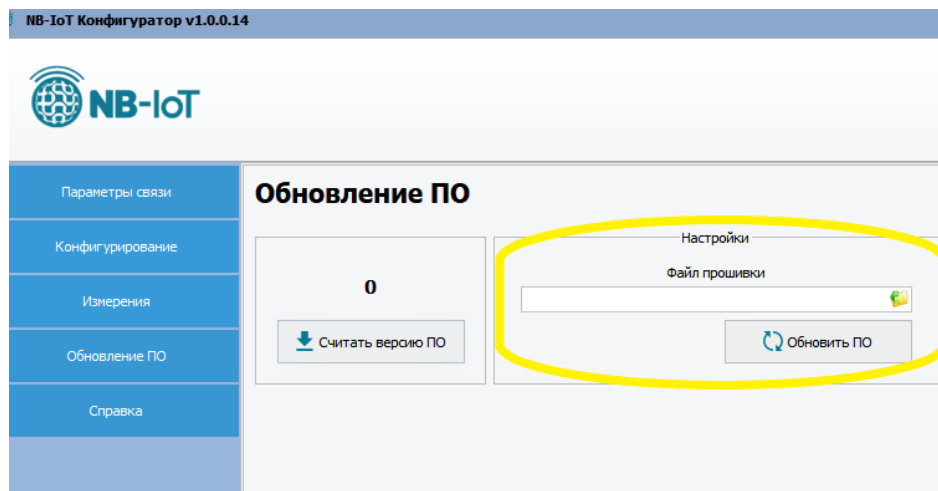
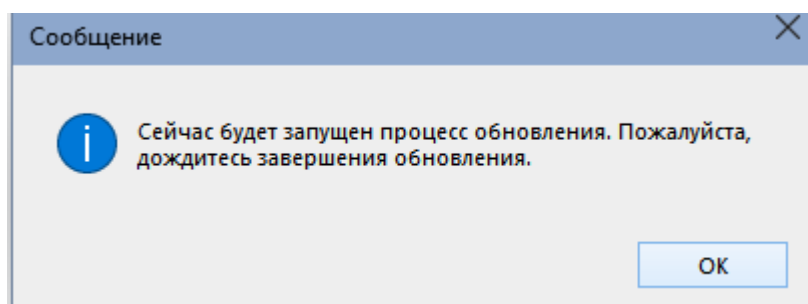

Рисунок 14 – Путь к файлу прошивки.
Рисунок 15 – Запуск процесса обновления ПО.
7.5.6 В окне ввода «Файл прошивки» указать путь к файлу с ПО и нажать кнопку «Обновить ПО» (Рисунок 14). Утвердительно ответить (кнопка «ОК») на следующее сообщение (Рисунок 15).